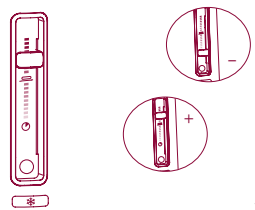

Fig. 4
- 2 Regolate il selettore di tostatura sulla posizione corrispondente al grado di cottura desiderato. Se posizionate il selettore di tostatura verso il basso otterrete un tempo di cottura più breve, se lo posizionate verso l'alto un tempo più lungo (fig. 4) (vedi il paragrafo "Consigli per la tostatura").